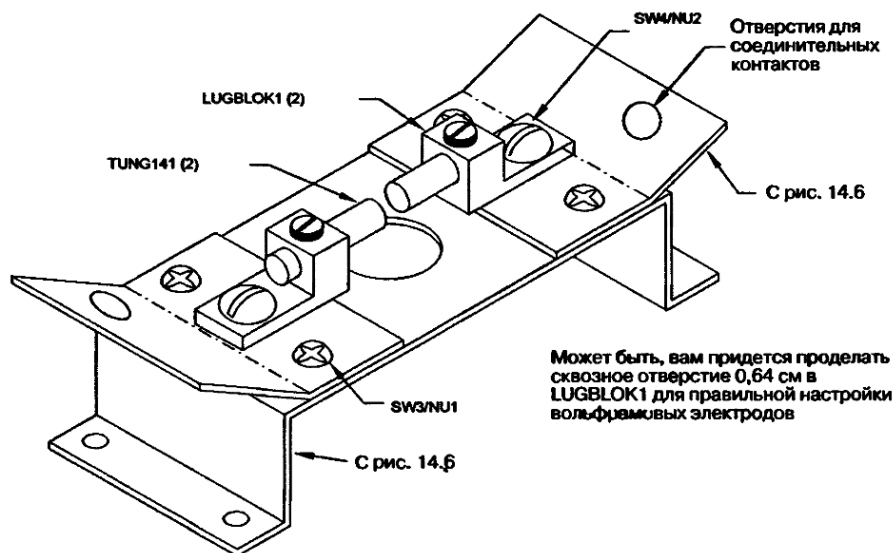

Рис. 14.12. Вид сборки искрового разрядника SGAPASSY в изометрии
| LUGBLOK | 2 | $\frac{1}{4}$ –20 блок #YLA6 (см. рис. 14.12) | |
10. Соберите субсборку искрового разрядника SGAPASSY, как показано на рис. 14.12.